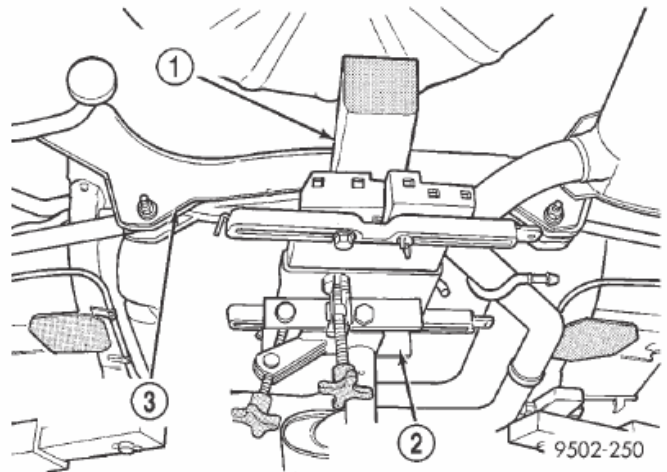

Рис. 18 ОПУСКАНИЕ И ОБЕСПЕЧЕНИЕ ОПОРЫ ДЛЯ ПОПЕРЕЧНОЙ БАЛКИ ЗАДНЕЙ ПОДВЕСКИ
(6) Поместить домкрат и деревянный брусок под центром поперечной балки задней подвески для создания опоры при опускании поперечной балки во время демонтажа (рис. 18).